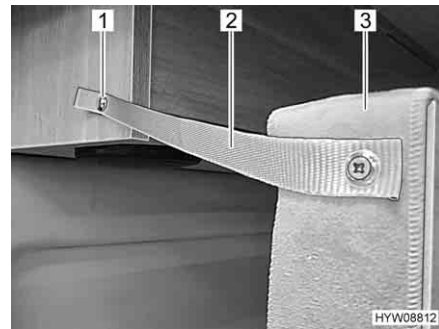

Fig. 53 Dispositivo di sicurezza posteriore
- Fissare il letto (Fig. 53,3) all'armadietto a tetto con la reggetta di sicurezza (Fig. 53,2) e il bottone a pressione (Fig. 53,1).
- Rilasciare il bottone a pressione (Fig. 53,1) sull'armadietto a tetto.